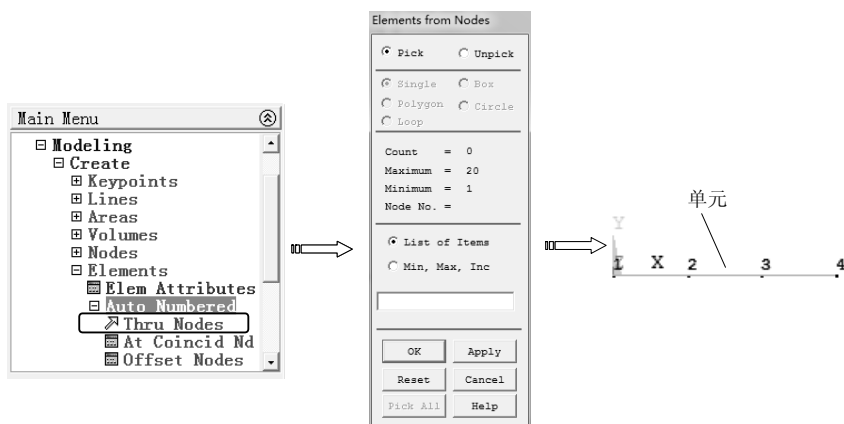

图 7-84 创建单元
6) 重复上述过程，分别选择节点 2、3 和 3、4，创建其他 2 个单元，如图 7-84 所示。